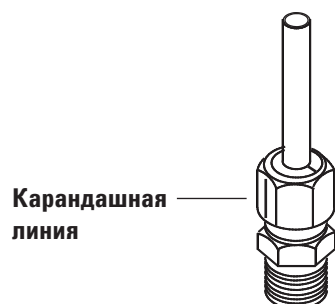

Рис. 18. Пометка фитинга
- 6 Сделайте на гайке отметку карандашом. См. **Рис. 18**.